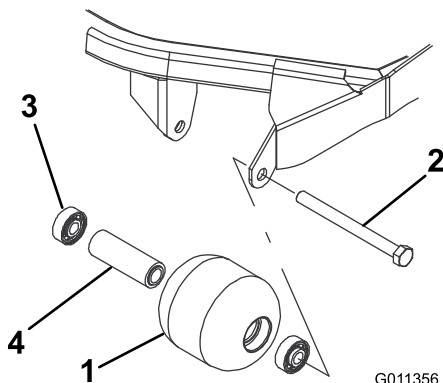

Bild 88
1. Entfernen Sie die Rollenbefestigungsschraube (Bild 88).
4. Prüfen Sie das Rollengehäuse, die Lager und das Distanzstück auf Beschädigungen (Bild 88). Tauschen Sie beschädigte Teile aus und bauen Sie alles wieder zusammen.
1. Drücken Sie das erste Lager in das Rollengehäuse (Bild 88). Drücken Sie dabei nur auf den äußeren Ring oder gleichmäßig auf die inneren und äußeren Ringe.
2. Setzen Sie ein Distanzstück ein (Bild 88).
3. Drücken Sie das zweite Lager in das Rollengehäuse (Bild 88). Pressen Sie dabei gleichmäßig auf den inneren und den äußeren Käfig, bis der innere das Distanzstück berührt.